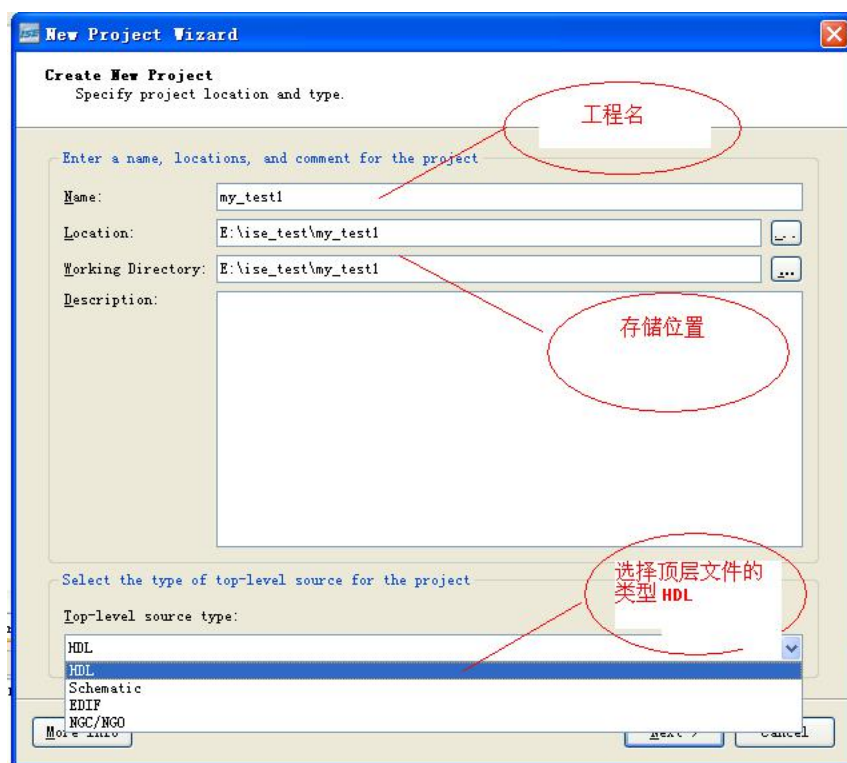

图 1-2
- 2、点击菜单栏的文件（File）菜单中的命令（New Project），新建一个工程文件，并输入工程名、存储位置以及文件类型如下图 1-2，然后点击 Next。